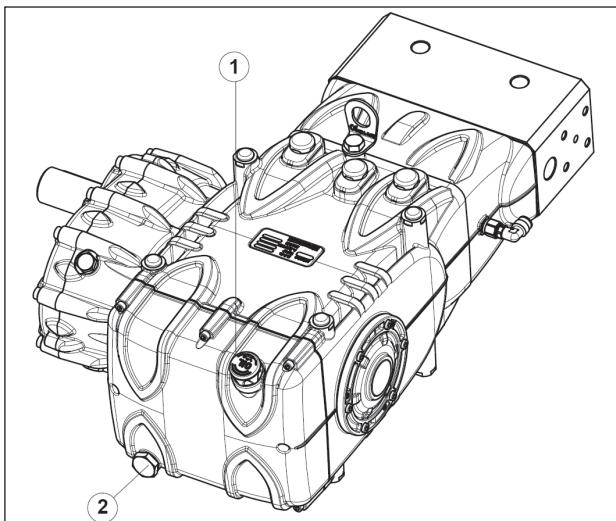

Abb. 1
Vor den Reparaturarbeiten an der Mechanik muss zunächst das Öl aus dem Kurbelgehäuse abgelassen werden. Zum Ablassen des Öls müssen entfernt werden: der Ölmessstab Pos. ① und anschließend den Verschluss Pos. ②, Abb. 1.